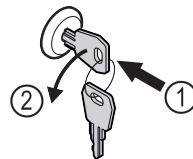

Fig. 161
- ▶ Įspauskite raktą. Fig. 161 (1)
- ▶ Pasukite raktą 90° prieš laikrodžio rodyklę. Fig. 161 (2)